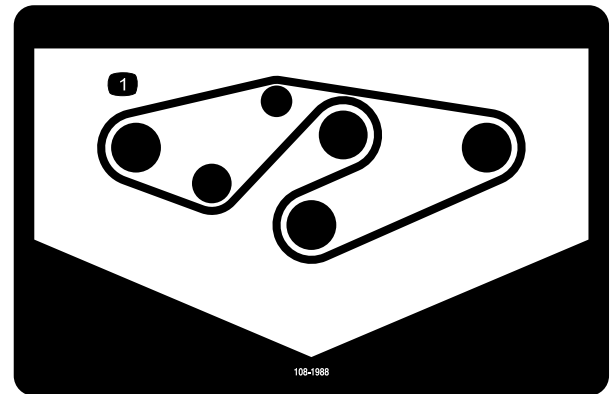

図 32
- 図のように、スピンドル・プーリとアイドラ・プーリに新しいベルトを回しかける（図 32）。